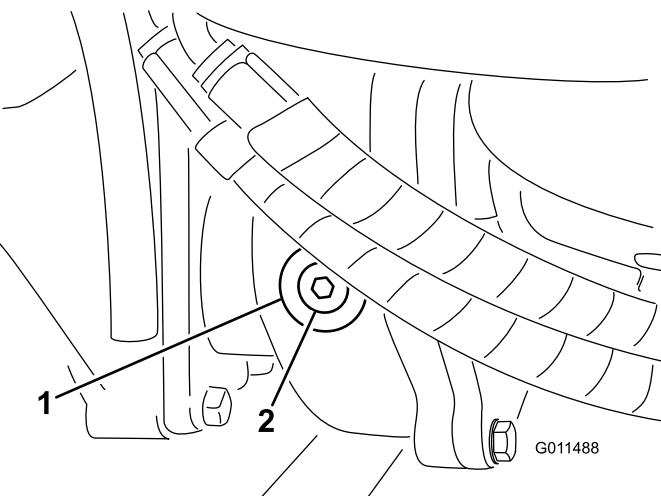

Figura 61
2. Retire o tampão de verificação/enchimento que se encontra na zona esquerda da caixa de engrenagens e certifique-se de que existe lubrificante até ao fundo do orifício (Figura 61).